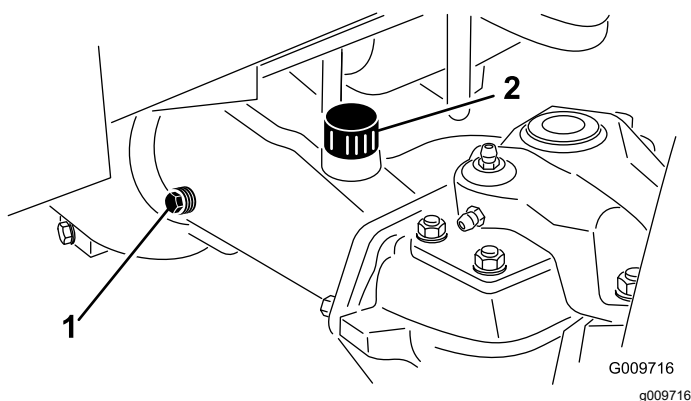

Рисунок 105
2. Снимите пробку контрольного отверстия с одного конца моста и убедитесь, что масло доходит до низа отверстия (Рисунок 105).